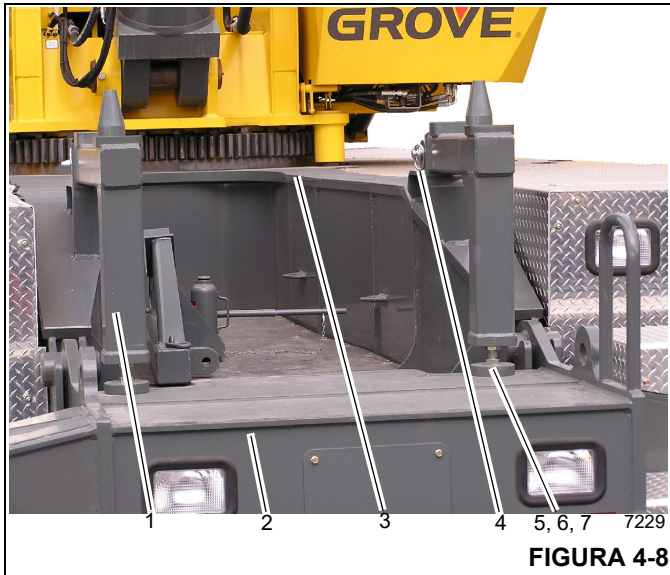
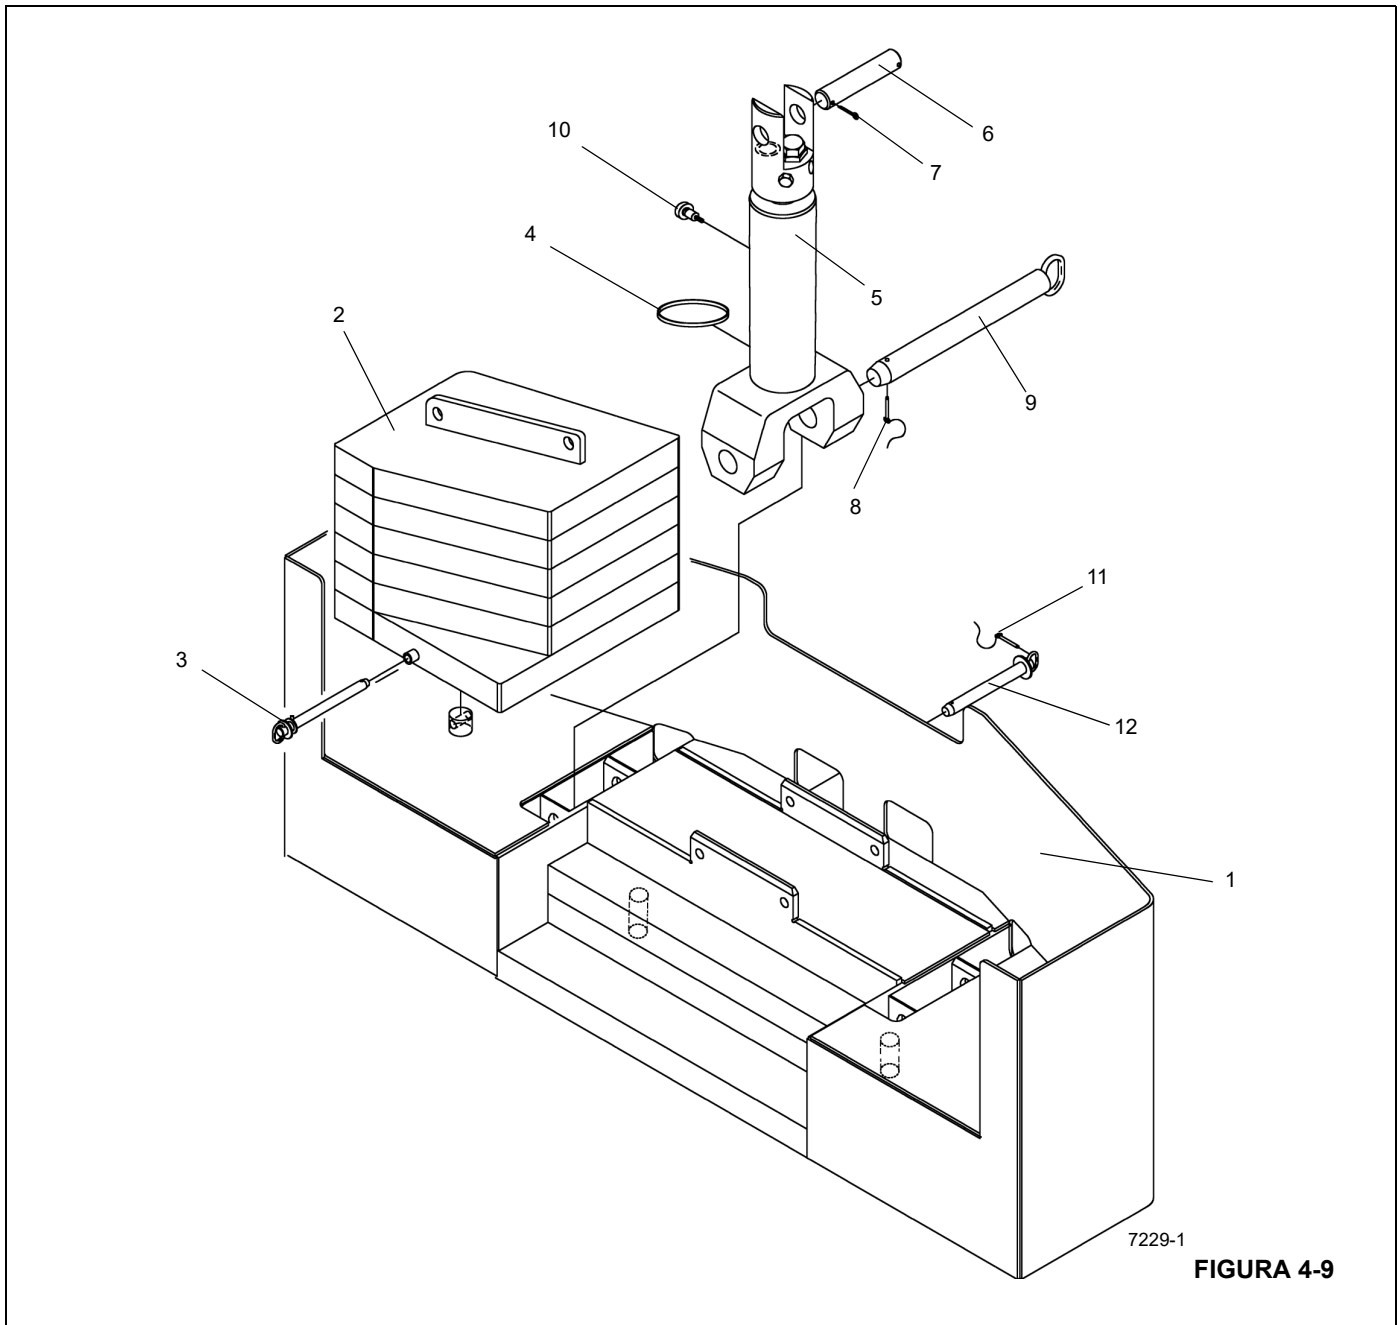

FIGURA 4-8
FIGURA 4-9
1. Utilice un dispositivo de levante adecuado para instalar el pedestal de contrapeso (1) (Figura 4-8) en la parte delantera del chasis del vehículo (3) y asegúrelo con los pasadores de enganche (4).
Se prohíbe ajustar los soportes del pedestal de contrapeso (1) (Figura 4-8) cuando el contrapeso (1) (Figura 4-9) está apoyado sobre ellos.
3. Ajuste las planchas de pata (5) con los tornillos de ajuste (6) insertándolos o sacándolos del soporte del contrapeso hasta que los bloques del contrapeso encima del soporte queden nivelados. No exceda una distancia de 2.25 pulg (5.72 cm).
4. Apriete las contratuercas (7) contra el soporte del contrapeso.
- Al instalar el contrapeso (1) (Figura 4-9), asegúrese de que los dos pasadores hidráulicos de montaje de la estructura del malacate auxiliar (7) (Figura 4-10) estén completamente extendidos y que los pasadores de retención estén en su lugar antes de elevar el contrapeso.
- Antes de quitar los pasadores de la estructura del malacate auxiliar (7), baje y apoye seguramente todos los contrapesos. Antes de bajar la estructura del malacate auxiliar (7), asegúrese de que la estructura esté correctamente apoyada por los cilindros de retiro de contrapeso (5) (Figura 4-9) y que ambos pasadores hidráulicos de montaje estén completamente retraídos.
6. No desconecte las líneas de los cilindros de retiro del contrapeso (5) (Figura 4-9) por el momento.
NOTA: Podría ser necesario retraer los cilindros de retiro de contrapeso (5) (Figura 4-9) para quitar el peso de los pasadores (12) (Figura 4-9) que fijan el contrapeso a la estructura del malacate auxiliar.
7. Retire los pasadores de enganche (11) (Figura 4-9) y los pasadores de fijación de contrapeso a la estructura del malacate (12) (Figura 4-9). Éstos son accesibles a través de los agujeros en la parte trasera del contrapeso (1) (Figura 4-9).
8. Utilice las palancas de retiro (6) (Figura 4-10) para extender los cilindros de retiro (5) (Figura 4-9) y cuidadosamente baje el contrapeso (1) (Figura 4-9) sobre sus soportes.
11. Retraiga los cilindros de retiro de contrapeso (5) (Figura 4-9) y cuidadosamente baje la estructura del malacate auxiliar (7) (Figura 4-10) sobre el contrapeso.
13. Fije el contrapeso (1) (Figura 4-9) a la estructura del malacate auxiliar (7) (Figura 4-10) con los pasadores de fijación (12) (Figura 4-9) del contrapeso a la estructura del malacate y los pasadores de enganche (11) (Figura 4-9).
No intente separar la estructura del malacate auxiliar (7) (Figura 4-10) del contrapeso (1) (Figura 4-9) cuando está en el pedestal de contrapeso (1) (Figura 4-8). La estructura del malacate auxiliar (7) (Figura 4-10) puede chocar contra el contrapeso (1) (Figura 4-9) y hacerlo caer del pedestal.
Con el contrapeso pesado retirable opcional (2) (Figura 4-9), no utilice las orejetas de elevación del contrapeso para levantar el contrapeso y la estructura del malacate auxiliar. Las orejetas de elevación del contrapeso pesado han sido diseñadas exclusivamente para levantar el contrapeso pesado retirable.
15. Fije un dispositivo de elevación adecuado con eslingas a la estructura del malacate auxiliar (7) (Figura 4-10). Utilice la grúa para transferir cuidadosamente la estructura del malacate auxiliar (7) (Figura 4-10) y el contrapeso (1) (Figura 4-9) al suelo o a un vehículo de transporte apropiado.
NOTA: El paso 16 corresponde al contrapeso pesado retirable (2) (Figura 4-9).
16. Si se desea, reduzca el peso del contrapeso retirando los dos miembros soldados (2) (Figura 4-9) del contrapeso. Para retirar los miembros soldados, conecte un dispositivo de elevación adecuado con eslingas a las orejetas de elevación. Extraiga los pasadores para soltar los miembros soldados del contrapeso. Utilice el dispositivo de elevación para retirar los miembros soldados.
3. Arme el contrapeso estándar retirable (1) (Figura 4-9) y la estructura del malacate auxiliar (7) (Figura 4-10) sobre el suelo o sobre un vehículo de transporte adecuado.
Arme el contrapeso pesado retirable (2) (Figura 4-9) y la estructura del malacate auxiliar (7) (Figura 4-10) sobre el suelo o sobre un vehículo de transporte adecuado.
El conjunto de contrapeso pesado retirable (2) (Figura 4-9) debe instalarse con los dos contrapesos pesados. El uso de solamente un contrapeso pesado puede resultar en una grúa inestable.
NOTA: El siguiente paso corresponde al contrapeso pesado retirable (2) (Figura 4-9).
4. Fije un dispositivo de elevación adecuado con eslingas a cada orejeta de elevación de miembro soldado del contrapeso pesado. Utilice el dispositivo de elevación para instalar cuidadosamente los dos miembros soldados (2) (Figura 4-9) del contrapeso pesado en su lugar en la estructura del malacate auxiliar (7) (Figura 4-10). Fije los miembros soldados en su lugar con los pasadores.
5. Utilice un dispositivo de elevación adecuado con eslingas fijado a la estructura del malacate auxiliar (7) (Figura 4-10) para colocar cuidadosamente la estructura del malacate auxiliar (7) (Figura 4-10) en el contrapeso (1) (Figura 4-9).
6. Fije el contrapeso (1) (Figura 4-9) a los cilindros de retiro del contrapeso (5) (Figura 4-9) con los pasadores de fijación de cilindro a contrapeso (9) (Figura 4-9) y los pasadores de enganche (8) (Figura 4-9). Fije el contra-
peso (1) (Figura 4-9) a la estructura del malacate auxiliar (7) (Figura 4-10) con los pasadores de fijación (12) (Figura 4-9) del contrapeso a la estructura del malacate y los pasadores de enganche (11) (Figura 4-9).
7. Instale el pedestal de contrapeso (1) (Figura 4-8) en la parte delantera del vehículo. Consulte *Instalación del pedestal de contrapeso*, página 4-10.
11. Retire los pasadores de enganche (8) (Figura 4-9) y los pasadores de fijación de contrapeso a la estructura del malacate (9) (Figura 4-9) para liberar la estructura del malacate auxiliar (7) (Figura 4-9) del contrapeso (1) (Figura 4-9).
12. Utilice las palancas del contrapeso (6) (Figura 4-10) para extender completamente los cilindros de retiro de contrapeso (5) (Figura 4-9) y cuidadosamente eleve la estructura del malacate auxiliar (7) (Figura 4-10) para alcanzar las placas adosadas en la plataforma de giro.
15. Retraiga los cilindros de retiro de contrapeso (5) (Figura 4-9) y eleve cuidadosamente el contrapeso (1) (Figura 4-9) a su posición de instalación (de trabajo).
16. Fije el contrapeso (1) (Figura 4-9) a la estructura del malacate auxiliar (7) (Figura 4-10) con los pasadores de fijación (12) (Figura 4-9) del contrapeso a la estructura del malacate.